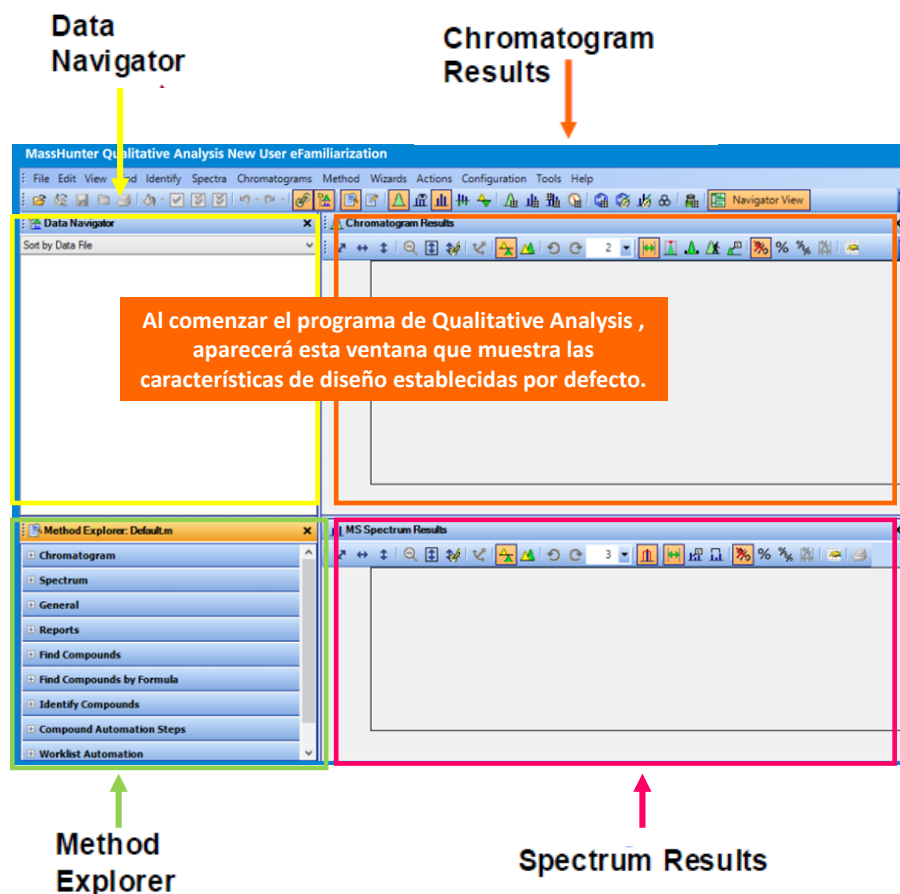

Figura 44. Interface del software *Qualitative Analysis MassHunter*.
8.9.2. Al comenzar, se abrirá el programa con el diseño inicial o *layout* de *default* que contiene las ventanas como se muestra en la **Figura 44**.